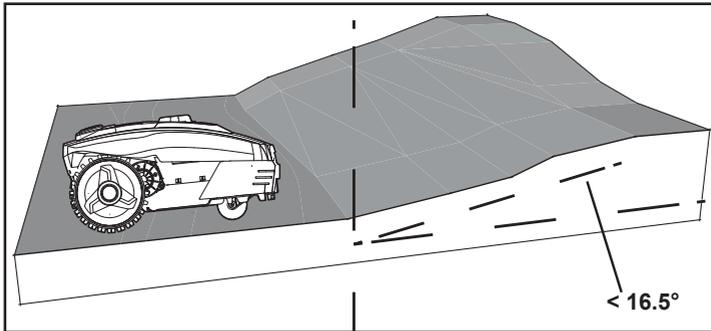

Fig. 7
- La machine peut circuler sur des pentes allant jusqu'à un maximum de 30% d'inclinaison ou de pente. L'inclinaison de la pente ne doit pas dépasser 30% / 16,5° (Fig. 7).